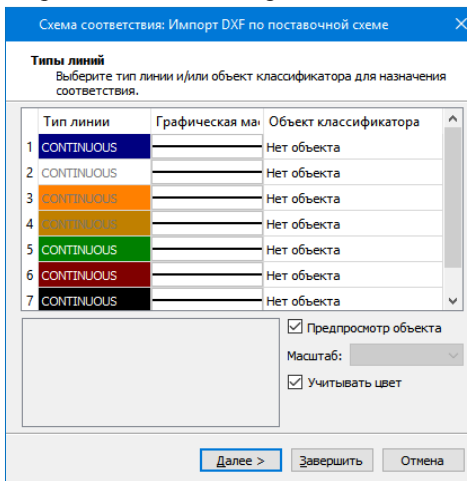

Рис. 13.4
- Для типов линий – в виде типа линии графической маски и/или линейного объекта классификатора (рис. 13.4).